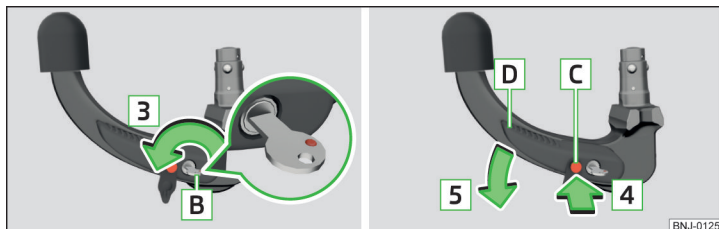

Bild 152 Lås upp låset/tryck in utlösningsskruven och tryck på manöverspaken
- Vrid om nyckeln **B** i pilens riktning **3**, så att den röda markeringen pekar uppåt » bild 152.